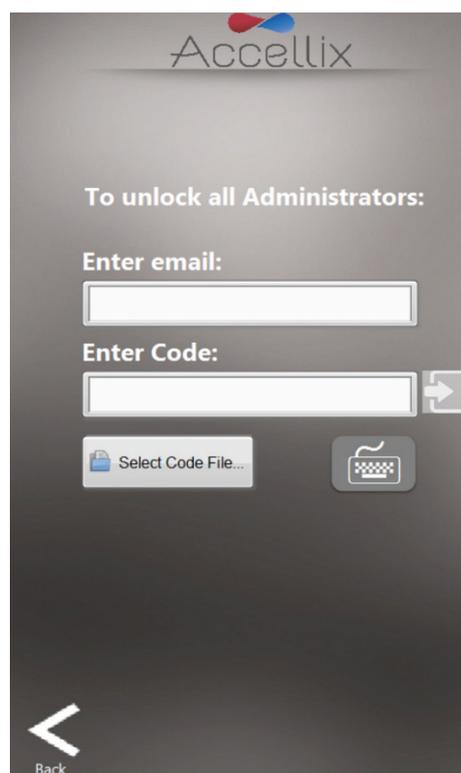

Figure 55 : écran Réinitialiser les mots de passe administrateur
Appuyez sur ce bouton pour afficher l'écran illustré à la Figure 55 :
Pour déverrouiller tous les administrateurs, envoyez un e-mail à [support@accellix.com](mailto:support@accellix.com) pour demander un code. Saisissez la même adresse e-mail que celle utilisée pour contacter l'assistance et saisissez le code de déverrouillage dans le champ **Enter Code** (Saisir le code) (Figure 55). Cliquez sur le bouton de connexion  pour déverrouiller tous les administrateurs.
**Remarque :** Accellix envoie également un fichier contenant le code qui peut également être utilisé au lieu de saisir le code manuellement. Pour utiliser le fichier de code, cliquez sur l'icône **Select Code File** (Sélectionner le fichier de code) (Figure 55) pour sélectionner le fichier.